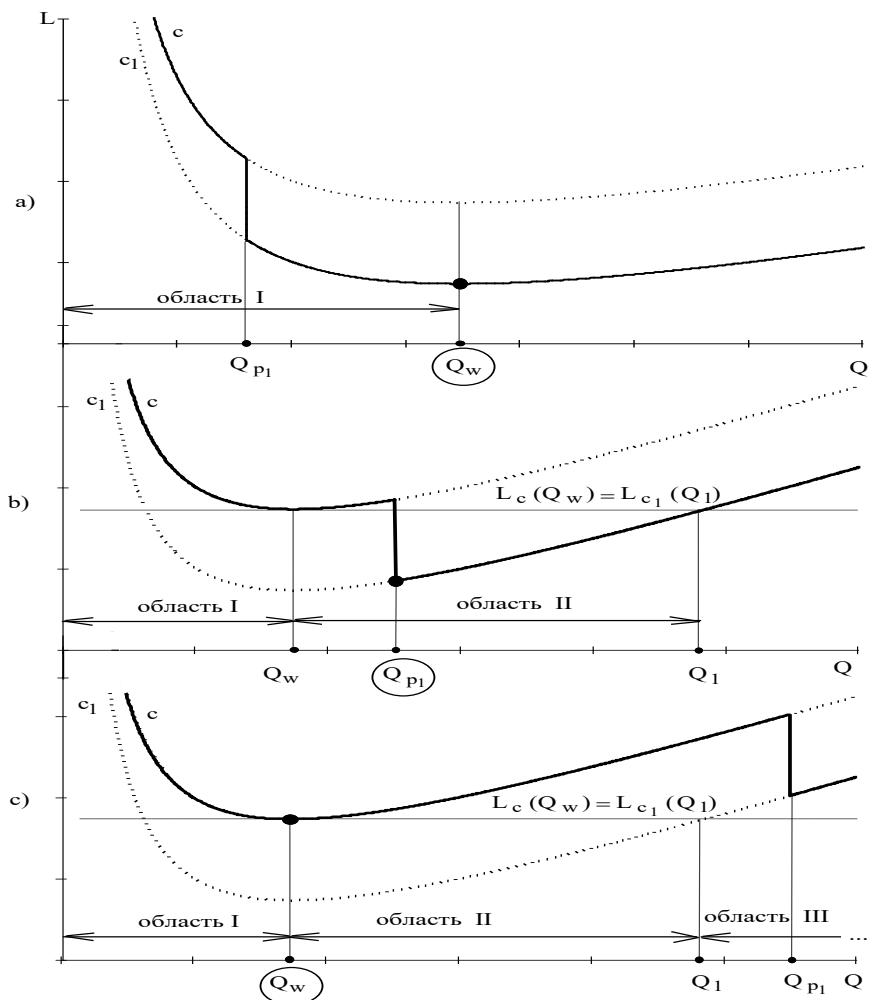

Рис.6 График затрат с учетом скидок: а)  $Q = Q_w$ ; б)  $Q = Q_{p_1}$ ; в)  $Q = Q_w$
Влияние единственной скидки на общие затраты на УЗ показано на рис.6
Чтобы определить оптимальный размер заказа  $Q$ , необходимо проанализировать, в какую из трех областей попадает точка разрыва цены  $Q_{\delta_1}$  (см. рис.6). Правило выбора  $Q$  для случая с одной скидкой имеет вид:
Правильность решения задач с УЗ со скидками в большой степени определяется *качественно построенным графиком* общих затрат с указанием на графике всех параметров, используемых при решении. Поэтому в первую очередь необходимо анализировать ситуацию графически и только после этого проводить численные вычисления. Например, если внимательно проанализировать ситуации на рис.6, то можно принимать решение без непосредственного использования правила (2). Зрительно легко определить более "выгодный" объем заказа, найдя точку, координата которой по оси L лежит ниже других вариантов заказов.
5. Используя правило (3) и график на рис.6, находим более дешевый объем заказа (с учетом только первой скидки)